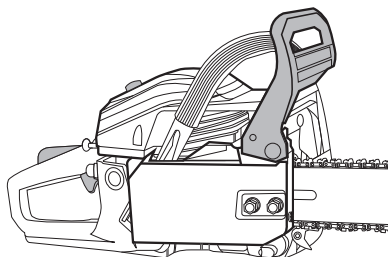

Abb. 14
Handschutz (5) in hinterer Stellung, die Kettenbremse ist deaktiviert, die Säge betriebsbereit (Abb. 14).
1. Stellen Sie sicher, dass die Kettenbremse deaktiviert ist (vorderer Handschutz (5) in hinterer Stellung) (Abb. 14).
4. Lösen Sie nun die Kettenbremse aus, indem Sie mit Ihrer linken Hand den Handschutz (5) in seine vordere Stellung drücken.
5. Die Sägekette (8) muss augenblicklich zum Stillstand kommen und der Motor gestoppt werden.